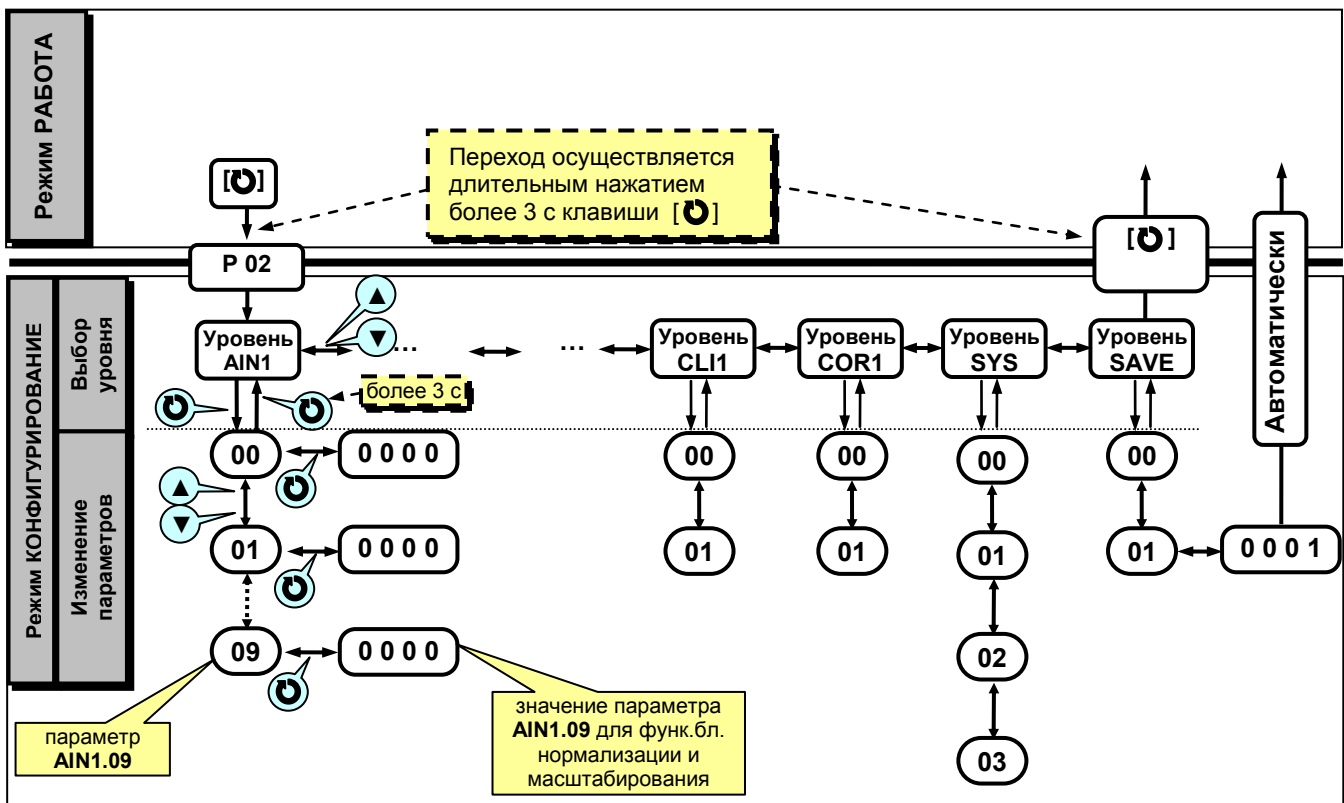

Рисунок 4.7.1 - Диаграмма уровней конфигурации и настроек
4.7.2 Параметры разделены по группам, каждая из которых называется "уровень". Каждое заданное значение (элемент настройки) в этих уровнях называется "параметром". Параметры, используемые в преобразователе ПНС-12, сгруппированы в 13 уровней и представлены на диаграмме (рисунок 4.7.1).
В дальнейшем по тексту руководства идет ссылка на параметр в виде XXXX.YY (например ALRM.00), где XXXX – название УРОВНЯ, а YY – номер пункта меню (смотри рисунок 4.7.1).